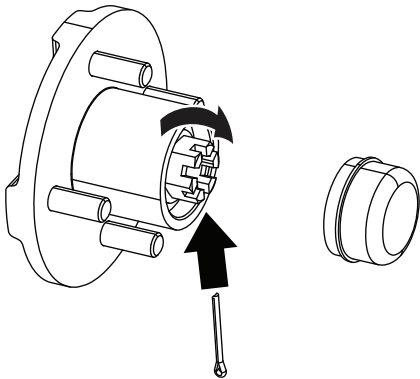

Figura 39
8. Coloque el retenedor de la tuerca y compruebe la alineación de la ranura del retenedor y el orificio de la chaveta de la mangueta (Figura 39).